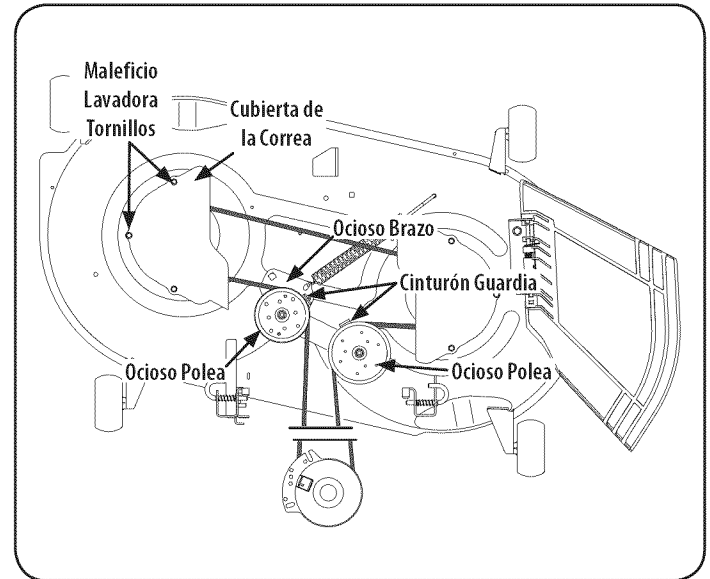

Figura 36
2. Quite los tornillos de la arandela hexagonales cubiertas de la correa de la cubierta. Ver Figura 36.
5. Instalar la nueva correa alrededor de las poleas del eje como se muestra y vuelva a instalar la cinta cubre. Ver Figura 36.